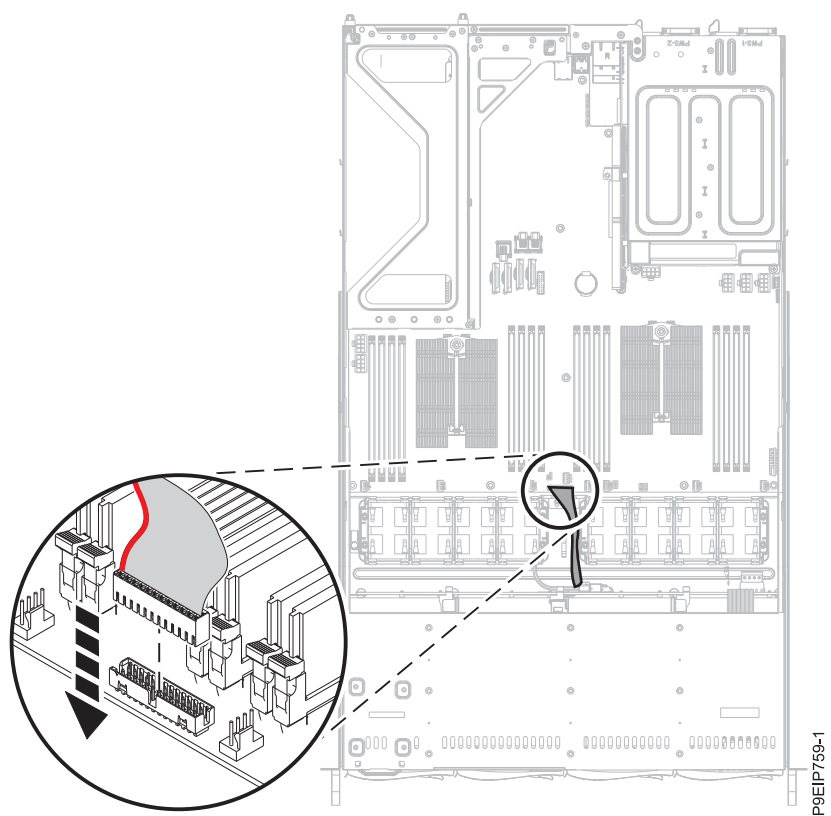

Figura 50. Substituindo o cabo do painel do operador
19. Substitua o cabo do painel do operador no painel traseiro do sistema conforme mostrado na Figura 50 na página 51. Ao se deparar com a parte frontal do sistema, a faixa vermelha no cabo precisa estar no lado esquerdo do conector.